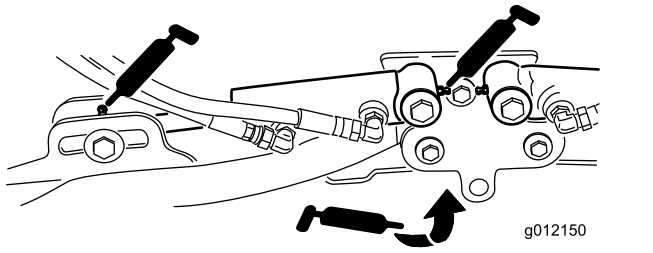

Figura 64
- Cilindros del brazo de elevación de la unidad de corte (2 en cada) (Figura 64)
- Pivotes del brazo de elevación (1 en cada) (Figura 64)